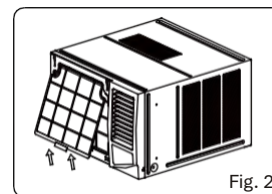

Fig. 2
Afferrare la linguetta all'estremità del filtro, sollevarla, quindi tirarla verso di sé ed estrarre il filtro verso l'esterno (cfr. Fig. 2).
1. Inserire il filtro dell'aria nella fessura del telaio dall'alto verso il basso. (cfr. Fig. 2)